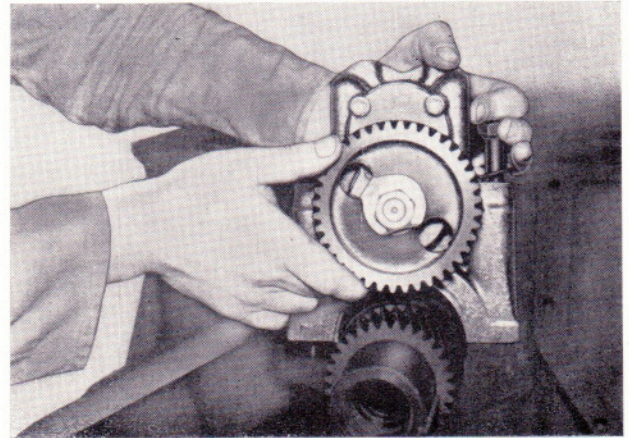

Bild 127
- Ölpumpe aufsetzen (Bild 127).